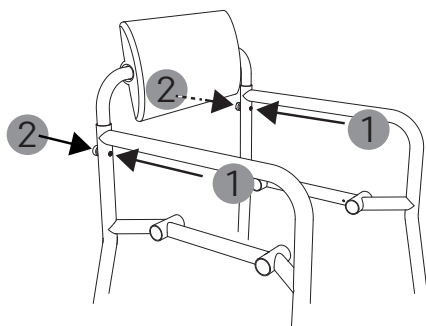

Abb. 5
4. Richten Sie die Seitenteile parallel zueinander aus (Abb. 5). Stecken Sie jeweils eine Schraube (M6 x 50 mm) links und rechts von vorn in die Seitenteile (1, Abb. 5) und ziehen Sie diese mit den Rändelmuttern auf der Produktrückseite fest an (2, Abb. 5).